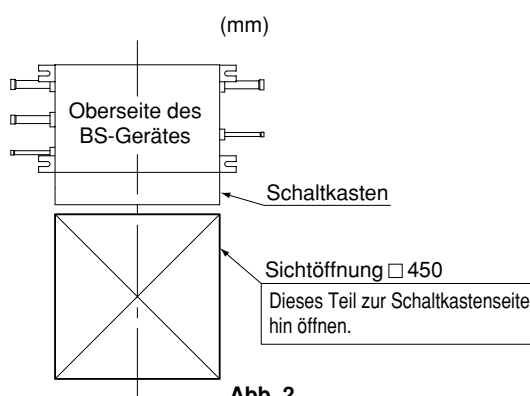

Abb. 2
- Positionen, an denen eine Sichtöffnung (Siehe Abb. 2) auf der Seite des Schaltkastens installiert werden kann (Siehe Hinweis).